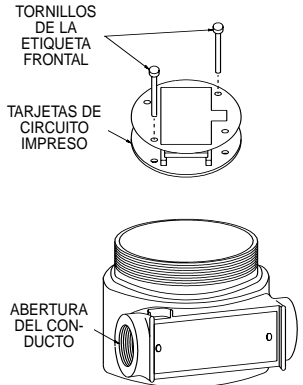

Figura 3. Acceso al bloque de terminales de cableado
- Quite los dos tornillos que aseguran el conjunto frontal de la etiqueta (FIGURA 3).
- a. Quite los dos tornillos que aseguran el conjunto frontal de la etiqueta (FIGURA 3).